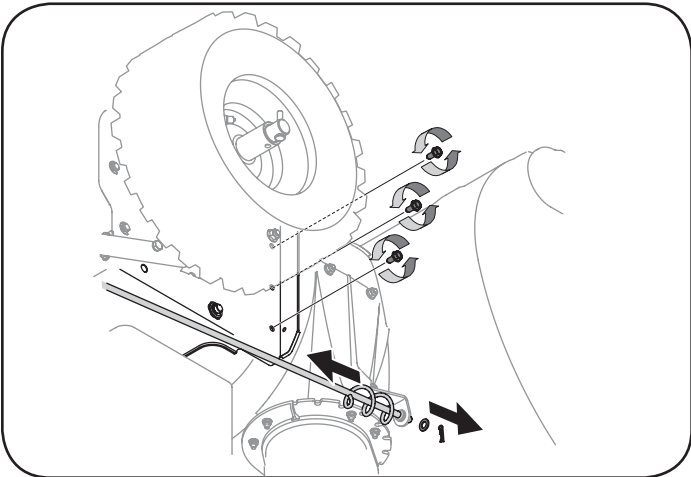

Figure 27
7. Utilisez une clé de 1/2es de po pour retirer les trois vis taraudeuses à tête hex. de chaque côté du châssis. Ces vis maintiennent le châssis sur l'habitacle de la tarière. Voir la Figure 27.